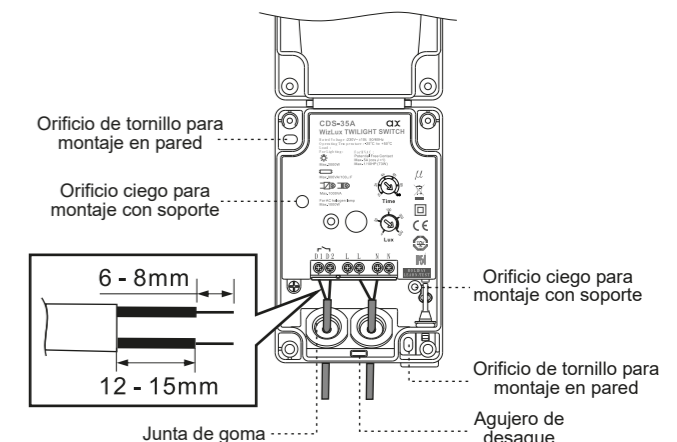

FIG.5
- 3.3.1.2 Pase los cables a través de las juntas de goma, y siga los diagramas de conexión indicados anteriormente (ver FIG.3-A & 3-B & FIG.5), insertando los cables de alimentación dentro de su terminal correspondiente.